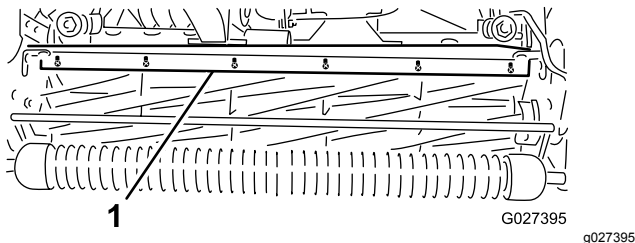

Рисунок 59
1. Ослабьте винты крепления верхней планки (Рисунок 59) к режущему блоку.